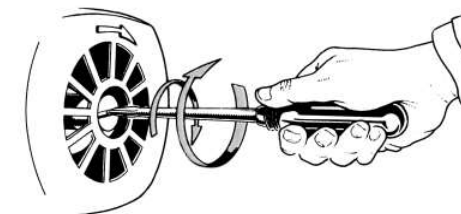

Figura 3: Eixo de desbloqueio
- Verifique se o veio da bomba roda livremente e não está bloqueado (figura 3).